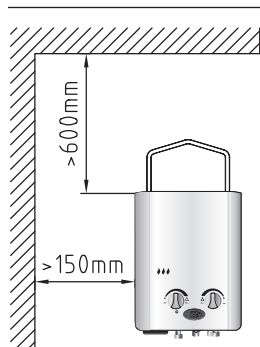
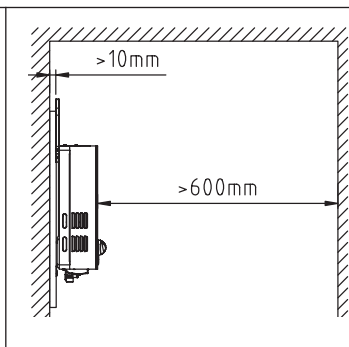

Fig. 2
Fig. 3
- Godkendte afstande: se fig. 2 og fig. 3.
Installer de 2 D-cellebatterier som vist på fig. 2. "+" og "-" skal være i den korrekte position!